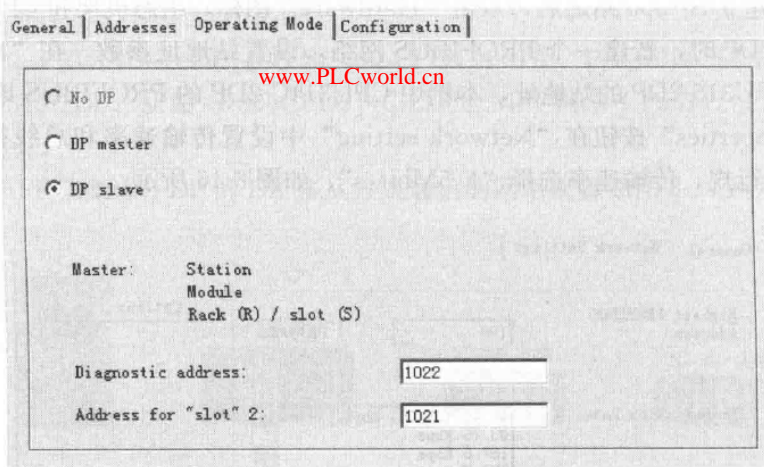

图 8-18 “Operation Mode”选项卡
(4) 双击 DP 栏，组态操作模式和从站通信接口区，在“Operation Mode”选项卡中选择从站模式，诊断地址选用默认值即可，选项如图 8-18 所示。